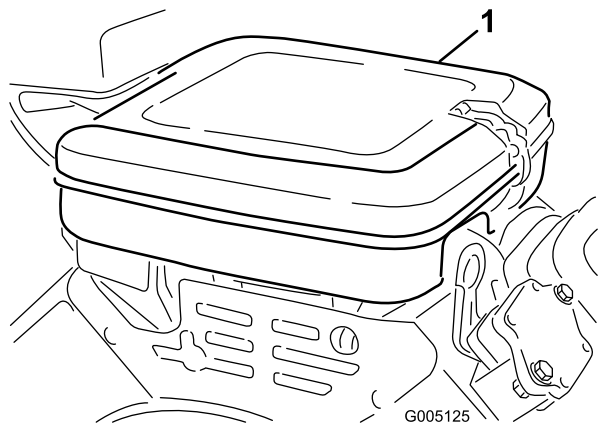

Figura 40
1. Limpe bem a cobertura (Figura 40).